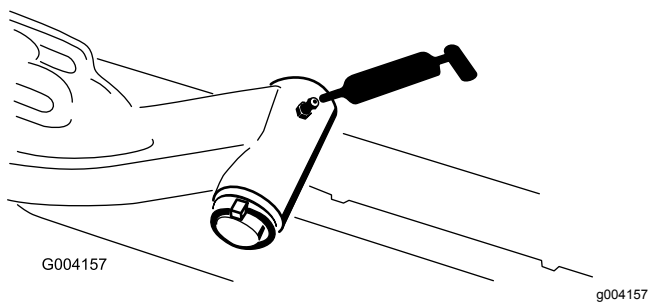

Figure 79
- Axe de pivot des bras de levage (x 1) (Figure 79)